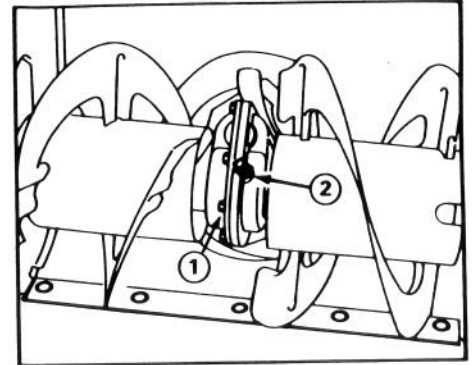

Figure 20
1. Enlevez le bouchon à tuyau (Fig. 20).